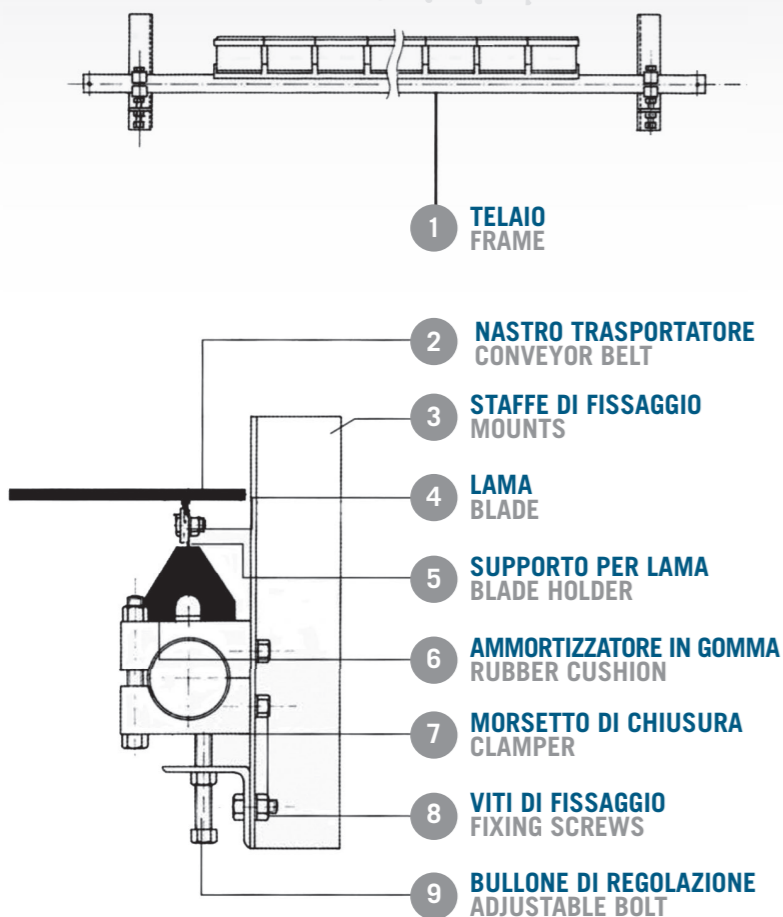
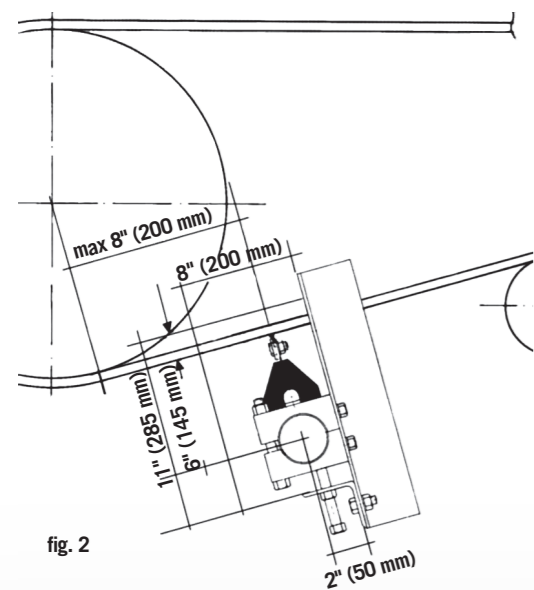

fig. 1
fig. 2
Il raschiatore multilama è illustrato nella fig. 1. Il raschiatore modello B è installato lungo il percorso di ritorno del nastro, in una zona piana e libera da vibrazioni dove il nastro possa muoversi verticalmente alla pressione della lama. Questi requisiti sono soddisfatti ad una distanza di circa 200 mm dal punto di tangenza, nella fase di ritorno, del nastro sulla puleggia fig.3, o in alternativa al centro del nastro trasportatore compreso fra i due rulli di pressione installati. Il raschiatore viene montato tramite l'installazione delle staffe di fissaggio (pos.3) perpendicolari al nastro a circa 60 mm dal punto selezionato di contatto fra nastro e lama, e con i morsetti di chiusura del tubo (pos.7) in una posizione intermedia nella guida fig.2. Se è necessario, lasciare una larghezza di 200 mm ed una altezza di 285 mm come mostrato nella fig.2. La dimensione di questa apertura deve essere almeno di 80 x 220 mm. Posizionare i morsetti del tubo (pos.7) su entrambi i lati regolando l'altezza con le viti (pos.9) così che le lame esercitino una pressione sul nastro con una escursione di 5 mm. Serrare le viti (pos.8) su entrambe le staffe (pos.3). Se si verificassero delle vibrazioni anomale, regolare nuovamente il raschiatore. Per l'installazione su nastri con collegamenti meccanici, il raschiatore può essere capovolto tramite l'allentamento dei morsetti (pos.7).
The scrapers multiple-blades cleaner is illustrated in fig. 1. The model B elastic scraper-blade cleaner is installed along the belt return path, in a flat vibration-free area where the belt can move vertically under pressure. These requirements are satisfied approximately 8" (200 mm.) from the tangent point of the belt leaving the pulley fig. 3, or alternately near the middle of the conveyor belt, provided a pressure roller is installed fig. 4. The cleaner is mounted by installing the mounts (pos. 3) perpendicular to the belt approximately 2,5' (60 mm.) from the selected blade-to-belt contact point, with the tube clamp set (pos. 7) in an intermediate position in the slots fig. 2. If necessary, provide an 8" (200 mm) wide by 11" (285 mm) high opening as shown in fig. 2. The dimensions of this opening must be at least 3" x 9" (80 x 220 mm). Set the tube clamps (pos. 7) on both sides adjusting the height with the screws (pos. 9) such that the blades exert a pressure on the belt with a range of 0,2' (5 mm.). Tighten the screws (pos. 8) on both mounts (pos.3). If abnormal vibration develops, readjusting the cleaner. For installation on belts with mechanical joints, the cleaner can be flipped over by loosening the clamp (pos. 7).